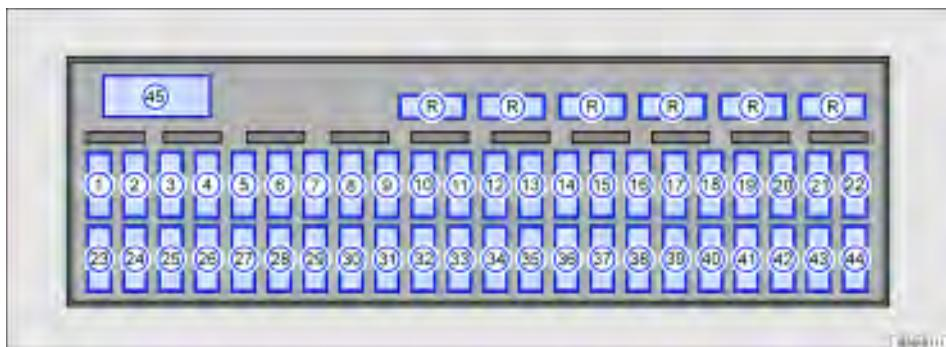

Fig. 169 Caixa de fusíveis.
A Volkswagen recomenda manter sempre no veículo alguns fusíveis de reserva, que podem ser alojados na parte superior da caixa de fusíveis ⇒ Fig. 169 (R) (como, por exemplo, fusíveis de 5 A, 10 A, 15 A, 20 A, 25 A e 30 A para veículos sem ar-condicionado ou 40 A para veículos com ar-condicionado).